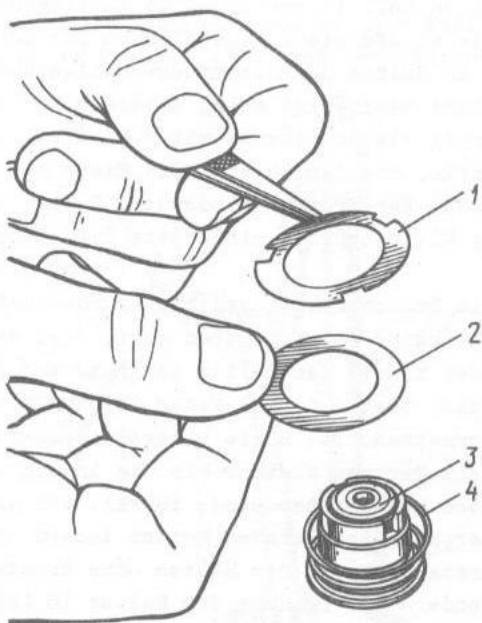

Bild 4-27. Einsatz der Einlaßventilteile auf Ventilsitz:
- vor Einbau des Hochdruckventilsitzes in das Gehäuse dasselbe mit Feder, Einlaßventil und Drosselscheibe des Hochdruckventils in der in Bild 4-27 gezeigten Reihenfolge zusammensetzen, dabei einen Dorn (Bild 4-28, b) benutzen. Dieser Teilzusammenbau gewährleistet beim Eintreiben des Ventilsitzes in das Gehäuse freies Passieren von Drosselscheibe